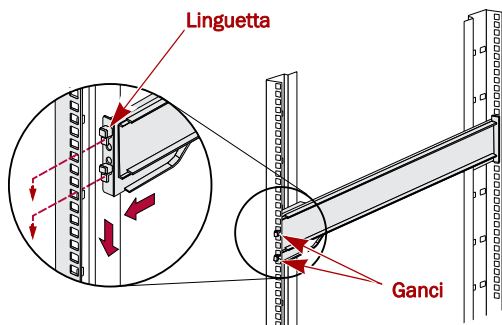

Figura 5. Fissaggio della parte anteriore della guida
1. Fissare la guida esterna sinistra al rack (Figura 5):